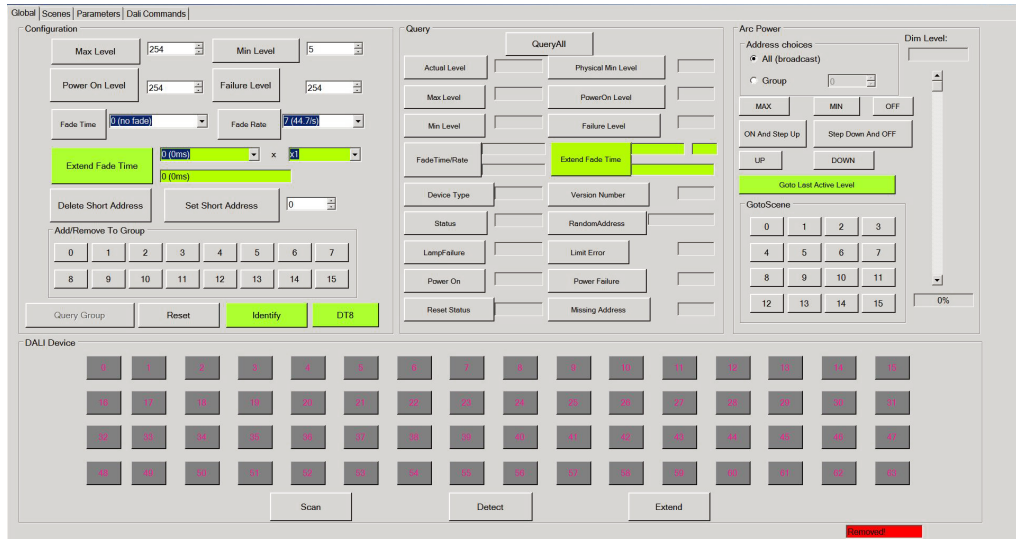

Рис.2. Рабочее окно программы, вкладка «Управление».
- 3.4. Запустите ПО, поставляемое в комплекте с контроллером. (ПО также можно скачать с сайта arlight.ru). На экране отобразится рабочее окно программы (см.Рис.2). Для работы программы необходим пакет Net Framework 4, распространяемый бесплатно.